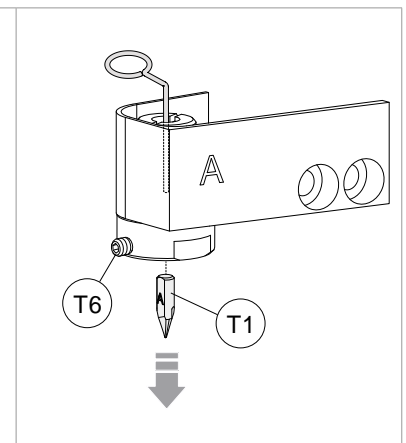

Fig. 152
- 9) Verwijder de frees (T1) (Fig. 152). Om de handeling te vergemakkelijken moet u de pin (bijgeleverd) in de overeenkomstige opening steken.